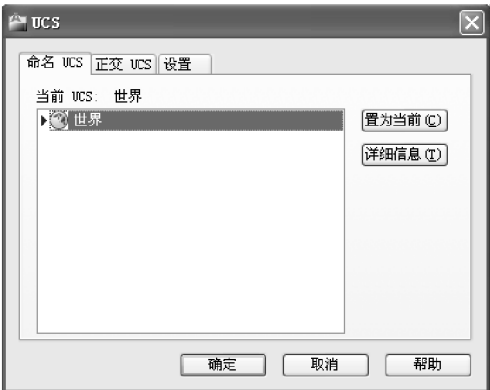

图 11-6 命名 UCS 选项卡
- 【命名 UCS】选项卡。列出用户坐标系并设置当前 UCS，如图 11-6 所示。